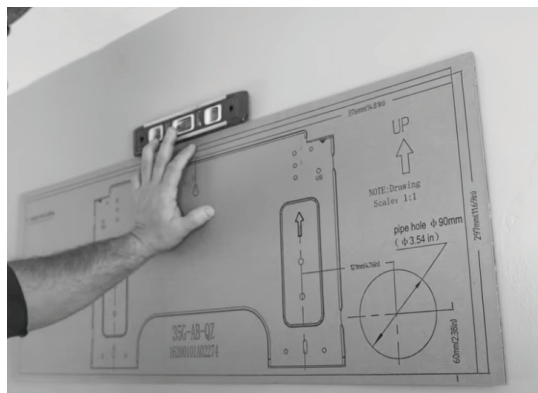

Fig. 5.1
**Un modèle en carton de la plaque de montage est inclus pour permettre de déterminer plus facilement où monter la plaque de montage et percer les trous dans le mur. Il peut être placé contre le mur au lieu de la plaque de montage réelle pour l'étape précédente (voir la figure 5.1).**